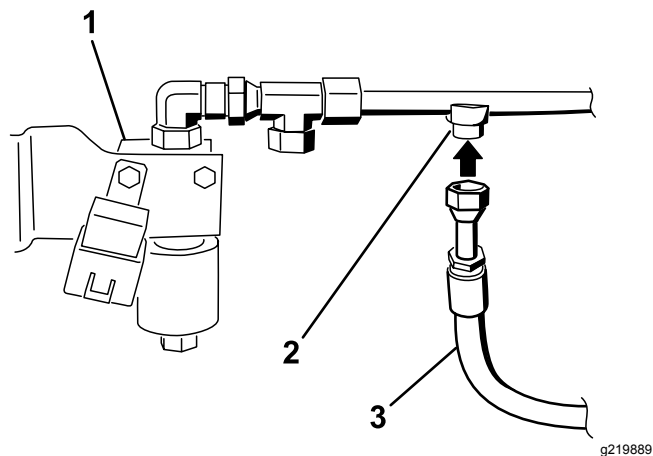

Figure 29
8. Montez le flexible hydraulique avec les raccords sur le raccord de la conduite hydraulique numéro 2, comme montré à la Figure 29.